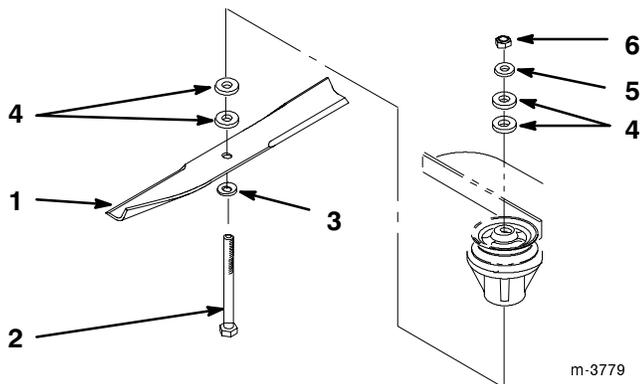

Figure 19
2. Tenir le boulon de lame et dévisser l'écrou. Sortir le boulon par le bas, à travers l'axe, et modifier la position des entretoises de la manière requise (Fig. 19).
3. Réinsérer le boulon, remettre les entretoises qui restent, et fixer le tout à l'aide de l'écrou et de la rondelle mince (Fig. 19).